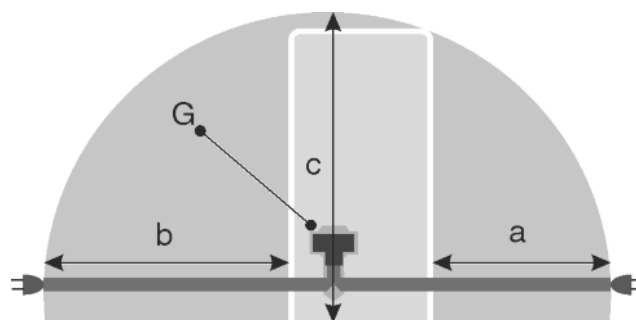

Fig. 22
- La prise de courant est en dehors de la zone postérieure de l'appareil dans la zone concernée. *Fig. 22 (a, b, c)*
- ▶ Introduire la fiche de l'appareil *Fig. 22 (G)* au dos de l'appareil. Veiller à ce qu'elle s'introduise correctement.